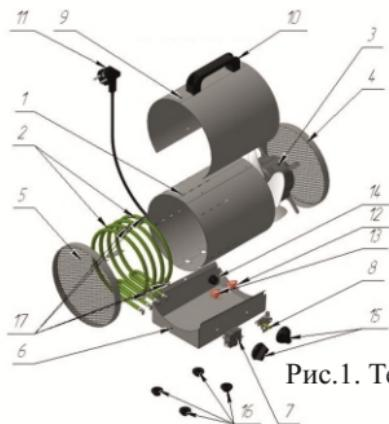

Рис.1. Тепловентилятор
4.1 Базовой деталью тепловентилятора является обечайка 1 (см. рис.1) изготовленная из листовой оцинкованной стали. Внутри обечайки установлены трубчатые электронагреватели 2 и осевой вентилятор 3. Вентилятор всасывает воздух через заднюю решетку 4, поток воздуха, проходя через электронагреватели, нагревается и подается в помещение через переднюю решетку 5. Блок управления 6 может быть расположен как в нижней, так и в верхней части изделия (в зависимости от исполнения). В блоке управления размещены переключатель режимов 7 и регулировочный термостат 8. Обечайка закрыта кожухом 9. Ручка 10 служит для переноски тепловентилятора. Подключение к электросети осуществляется с помощью шнура питания с сетевой вилкой 11.
4.3 Электрическая схема тепловентилятора приведена на рис.1 Приложения.